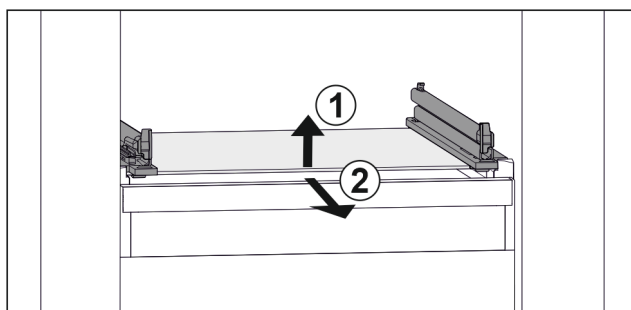

Fig. 23 Примерно изображение на стъклената плоча
- ▶ Повдигнете стъклената плоча отпред. Fig. 23 (1)
- ▶ Извадете стъклената плоча напред. Fig. 23 (2)